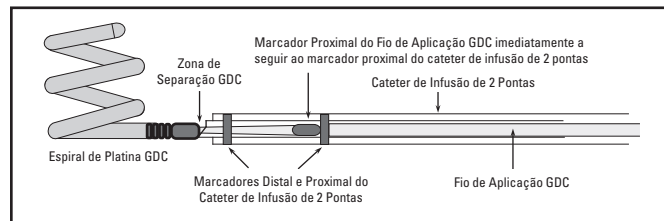

Figura 4. Alinhamento ideal dos marcadores radiopacos
9. Continue a avançar a espiral destacável GDC 360° até que o marcador proximal radiopaco no fio de aplicação fique numa posição exactamente distal em relação ao marcador proximal no cateter de infusão de 2 pontas (consulte a Figura 4 abaixo). Aperte o O-ring da VHR de modo a evitar o movimento do fio de aplicação e continue a separação de acordo com as instruções abaixo.
- Verifique novamente sob fluoroscopia se o marcador proximal do fio de aplicação se encontra numa posição exactamente distal em relação ao marcador proximal do cateter de infusão de 2 pontas (conforme a Figura 4). (A posição poderá ter sido alterada ao ligar os cabos de ligação para espirais destacáveis.)